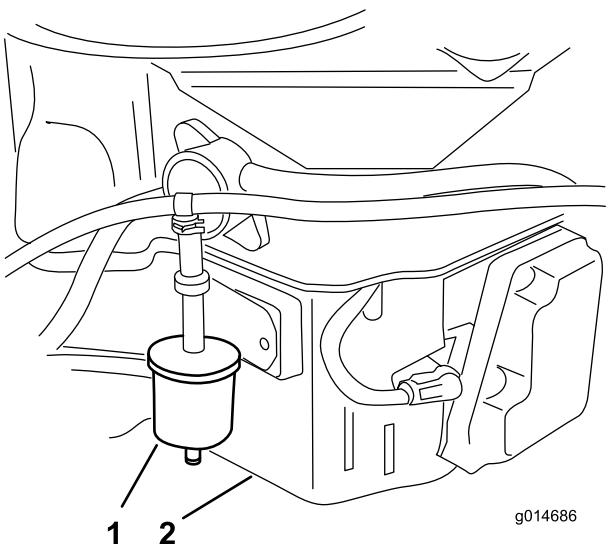

Figura 38
- Retire el filtro del respiradero del combustible (Figura 38).